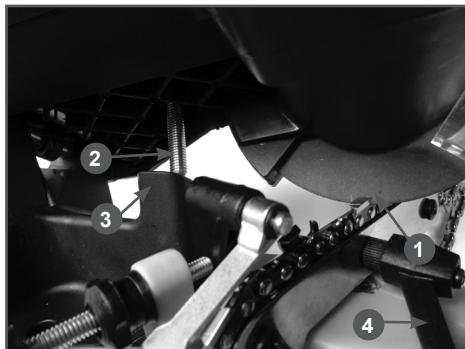

Рис. 17 Регулировка глубины заточки
- Удерживая подвижную часть станка в этом положении, вкрутите винт (Рис. 17 п.2) до ограничителя (Рис. 17 п.3) и затяните гайку винта (Рис. 1 п.7).
- Зафиксируйте это положение цепи поворотом ручки (Рис. 17 п.4) вправо.